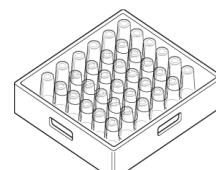

Abb. 23
- 2- Die Tassen und Gläser müssen nach unten gerichtet sein. (Abb. 23)